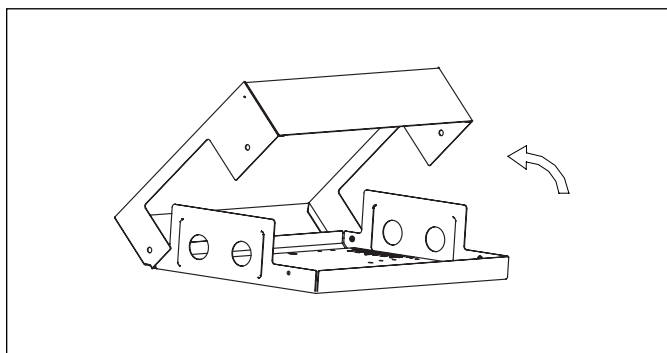

Figure 3
- Retirez le couvercle de l'INTERFACE 24V. Retirez les quatre vis de l'INTERFACE 24V avec un tournevis. Soulevez le couvercle supérieur comme indiqué sur la Fig. 3.